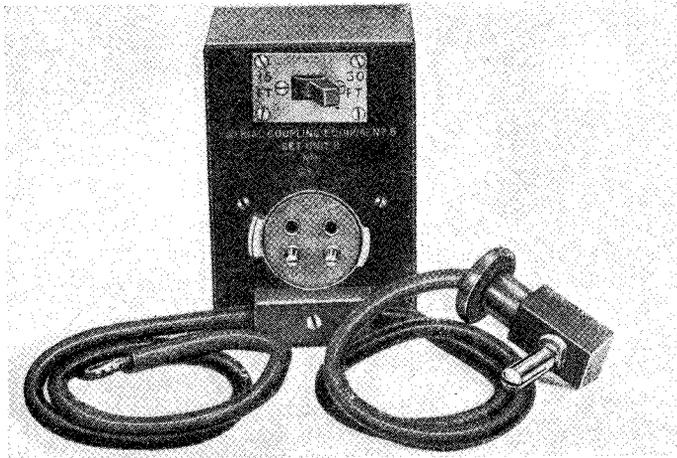

Bild 1. Verteiler mit Schalter zur Anpassung der Leitungslängen
- Beschreibung** Gerät wird benutzt, wenn Antenne weiter als 2,75 m vom Sender entfernt stehen soll. Mit Hilfe von Speisefleitungen kann man die Energie etwa 4,60 m (15 Ft) oder bei 2 Längen bis zu 9,15 m (30 Ft) ohne nennenswerte Verluste zur Antenne leiten. Der Satz besteht aus: Set-Unit „B“ (Bild 1), Aerial-Unit „B“ und 2 Speisefabeln